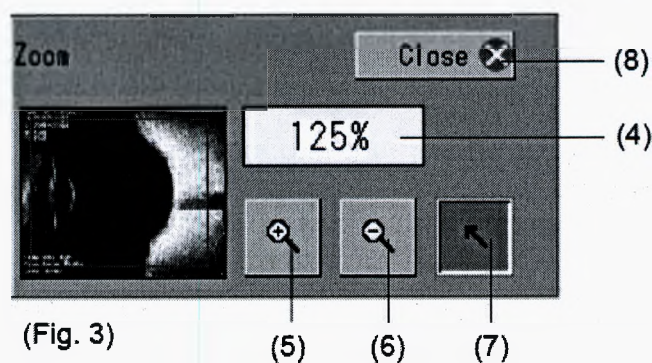

Рис. 3
- (Fig. 3)
- 2) Текущее увеличение отображается в поле увеличения (4).
- 3) Прикосновение к изображению инструментом "увеличивающая лупа" (5) увеличивает изображение около точки касания. Доступны пять уровней увеличения: 100%, 125%, 150%, 200% и 300%.
- 4) Прикосновение к изображению "уменьшающей лупой" (6) уменьшает изображение около точки касания.
- 5) Прикосновение к изображению стрелкой (7) переносит точку касания в центр окна.
- 6) Прикосновение к кнопке "Close" (8) закрывает окно навигации зума.